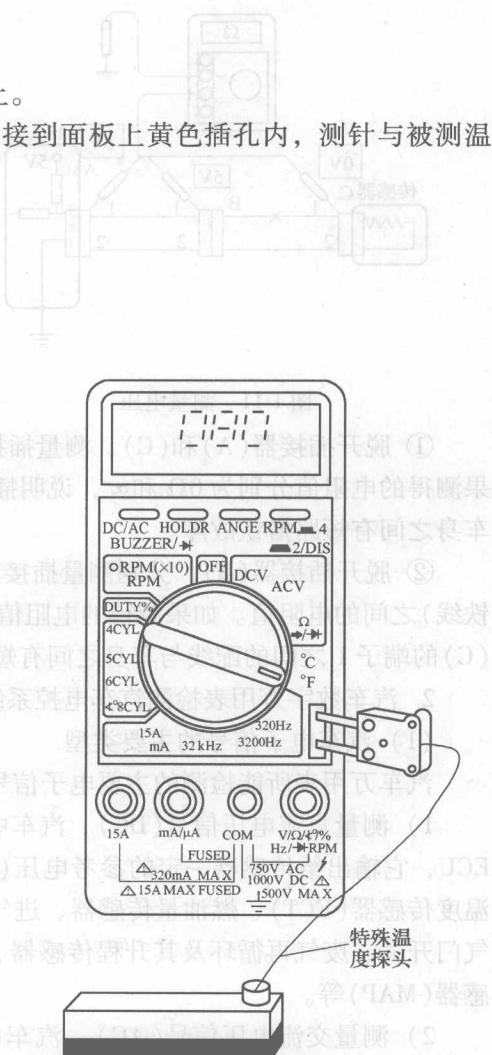

图 1-14 测量温度
① 将“选择开关”旋转到温度(℃或°F)位置上。
② 将汽车万用表配备的带测针的特殊插头，插接到面板上黄色插孔内，测针与被测温度的部位接触，如图 1-14 所示。
③ 温度稳定后，读取测量值。